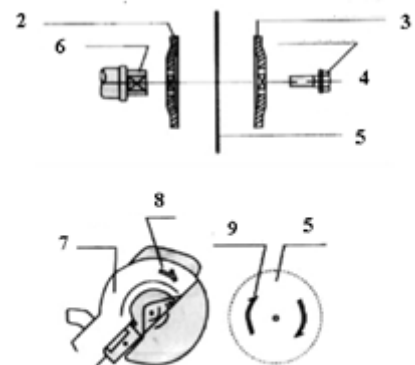

Рис. 1
4. За годинниковою стрілкою викрутити болт (4 рис.1). Зніміть зовнішній фланець (3 рис.1) і пильний диск (5 рис.1).
5. Встановіть пильний диск (5 рис.1) на внутрішній фланець (2 рис.1).
6. Встановіть зовнішній фланець (3 рис.1). Переконайтеся в правильності напрямку обертання (9) пилового диска (5 рис.1), згідно з маркуванням (8 рис.1) нанесеною на захисному кожусі (7 рис.1).
7. Закрутіть болт (4 рис.1) обертанням проти годинникової стрілки, утримуючи кнопку фіксації пильного диска в натиснутому положенні. Встановіть і закріпіть захисний кожух.